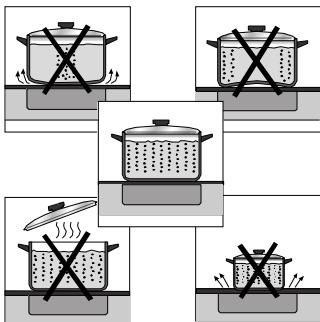

Fig. 7
- Os fundos desiguais prolongam o tempo de cozedura e aumentam o consumo de energia. Os recipientes devem ter o diâmetro da base o mais aproximado possível à medida da zona de cozedura e estarem centrados na mesma, fig. 7.